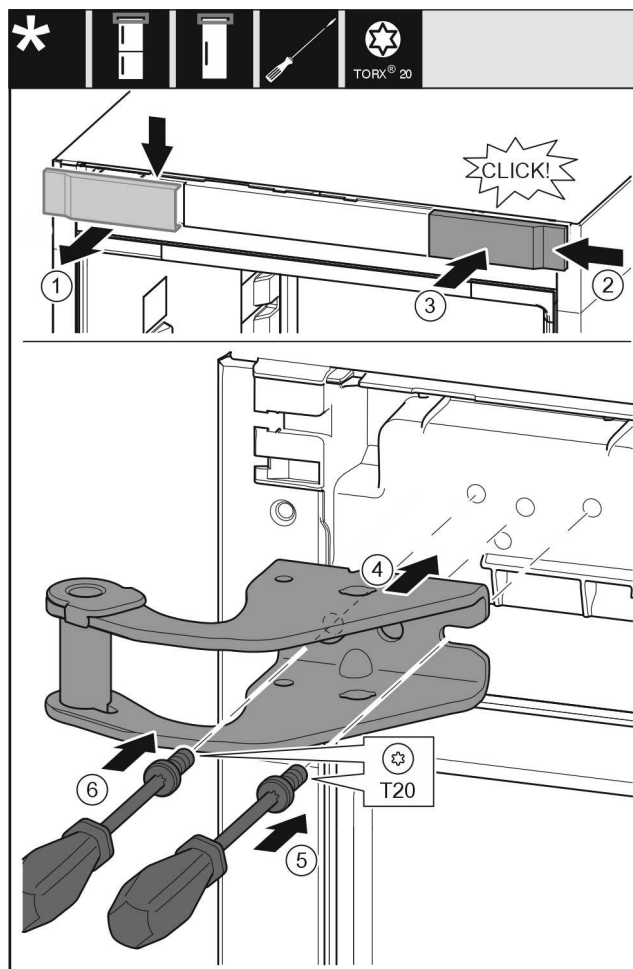

Fig. 32
- ▶ Vegye ki felülről a fedelet Fig. 32 (1) előre felé.
- ▶ Akassza be a fedelet Fig. 32 (2) 180°-kal elfordítva a másik oldalra jobb felől.
- ▶ Pattintsa be a fedelet Fig. 32 (3).
- ▶ Helyezze fel a felső csapágybakot Fig. 32 (4).
- ▶ Helyezze fel és húzza meg a csavart Fig. 32 (5) csavarhúzóval.
- ▶ Helyezze fel és húzza meg a csavart Fig. 32 (6) csavarhúzóval.